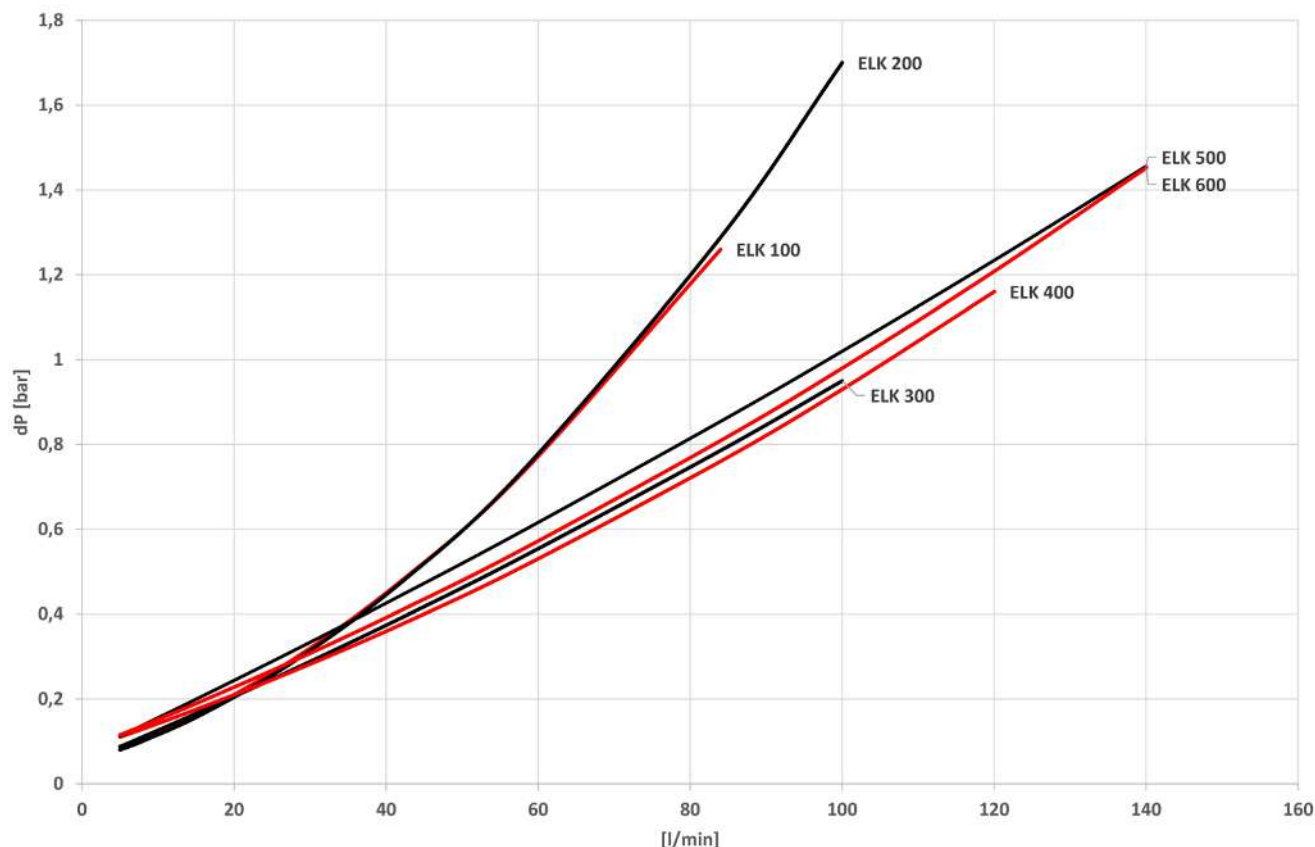

Fig. 2: Perte de pression
1. Déterminer Δp à partir de la courbe de perte de pression (figure 2) au débit d'huile l/min et de la taille choisie du réfrigérant.